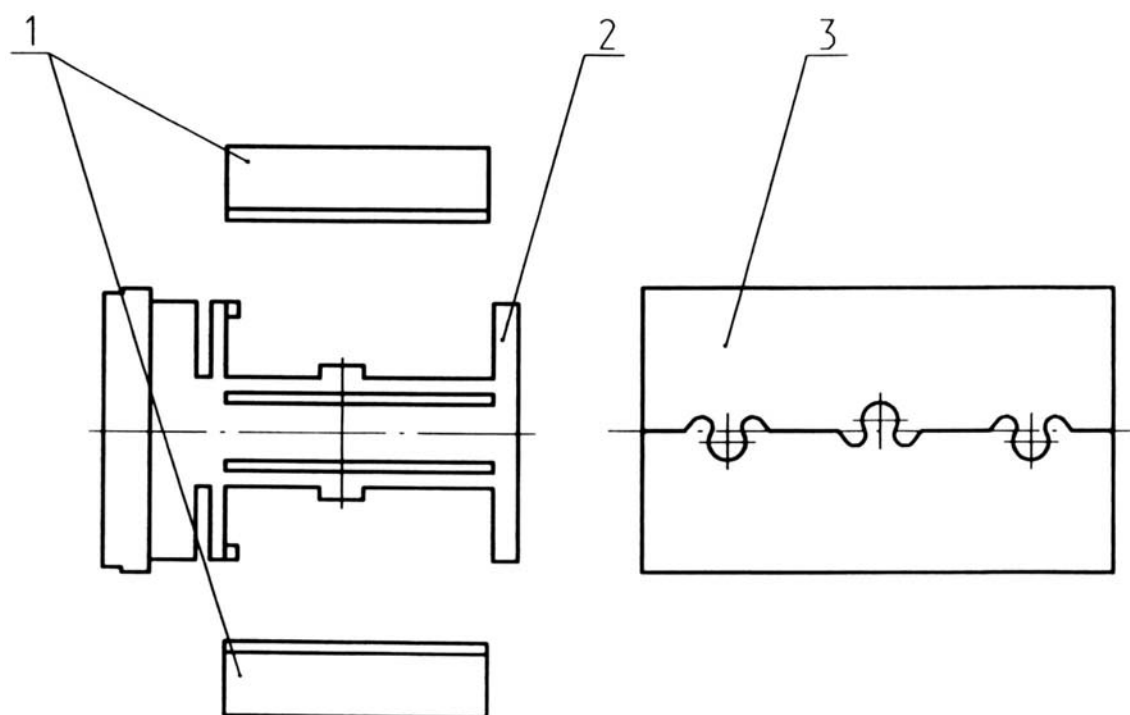

Рис. 8.2.18. Порядок разборки и сборки статора электропривода: 1 – комплект полюсов (постоянных магнитов); 2 – стакан; 3 – магнитопровод
1. При разборке и сборке статора электродвигателя (см. рис. 8.2.18) не допускать резкого смыкания полюсов (постоянных магнитов).